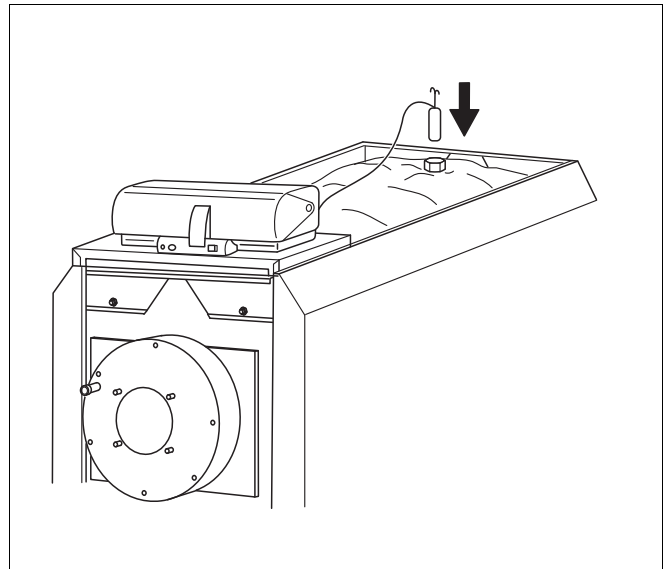

Рис. 19 Прокладка датчиков к погружной гильзе
- Проложите капиллярные трубки с датчиком к погружной гильзе (рис. 19).
- Вставьте температурные датчики до упора в погружную гильзу (место измерения М, см. стр. 7 на рис. 1) (рис. 19).